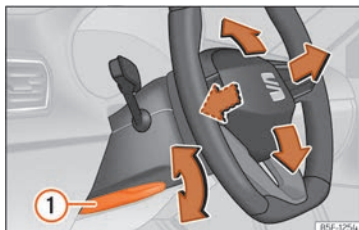

Fig. 5 Alavanca na parte inferior do lado esquerdo da coluna de direção
- Puxe a alavanca » **Fig. 5 ①** para baixo, mova o volante até à posição desejada e volte a subir a alavanca até ao ponto de fecho.
- Após ajustar a coluna da direção, empurre firmemente a alavanca » **Fig. 5 ①** para cima para que o volante não mude de posição acidentalmente durante a marcha.